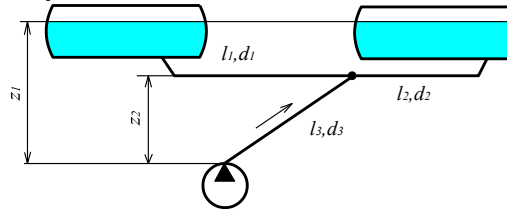
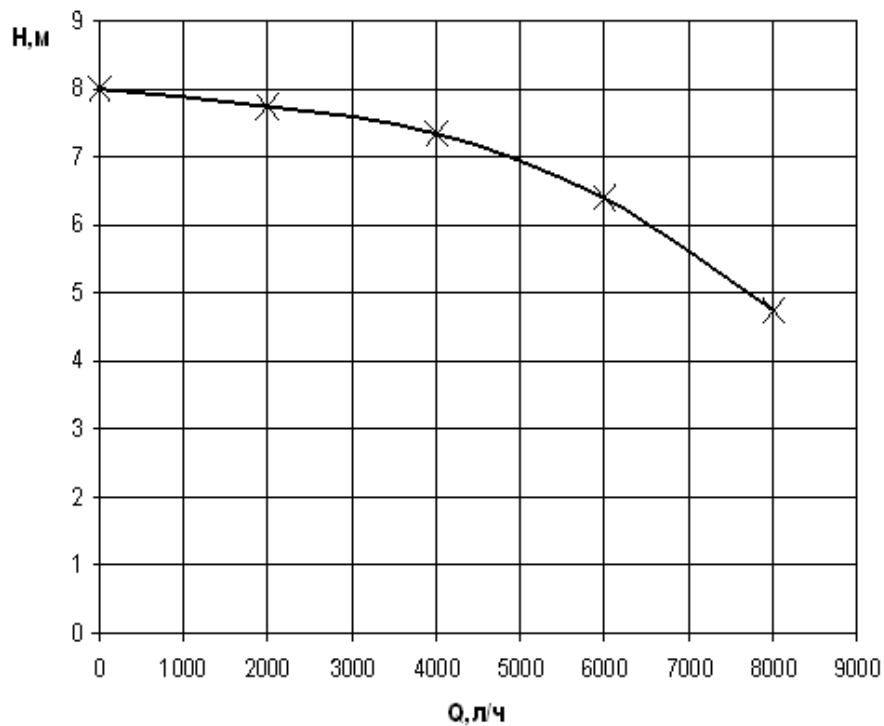

Рис.1. Расчетная схема подачи рабочей жидкости в резервуары
Рис.2. Характеристика насоса
Рассматривается задача на построение суммарной характеристики сложного трубопровода (см. рис.1). Характеристика сложного трубопровода строится с помощью графоаналитического способа расчета сложных трубопроводов, широко применяемого в гидравлике трубопроводов. Основным уравнением является уравнение Бернулли:
**Задание.** Определить время заполнения резервуаров системы (рис.1), состоящей из баков и трубопроводов. Объем емкостей, длины, диаметры трубопроводов и высоты  $z_1$  и  $z_2$  приведены в таблице 1. Длина раздаточного шланга  $l_{ш} = 4$  м, а диаметр  $d_{ш} = 40$  мм. Коэффициент кинематической вязкости рабочей жидкости  $\nu = 0,045$  см2/с. Характеристика насоса представлена на рис.2. Давление над свободной поверхностью рабочей жидкости в резервуарах равно атмосферному. Студент получает номер варианта задания с учетом рекомендаций преподавателя.